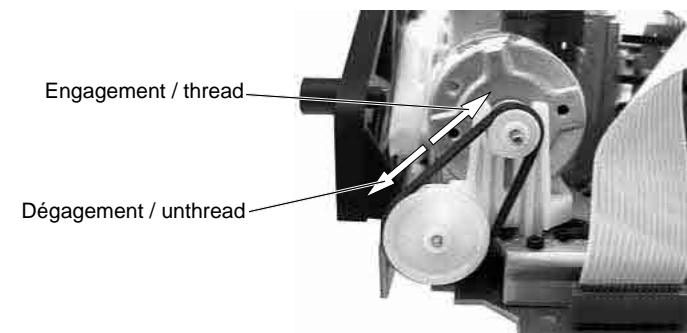
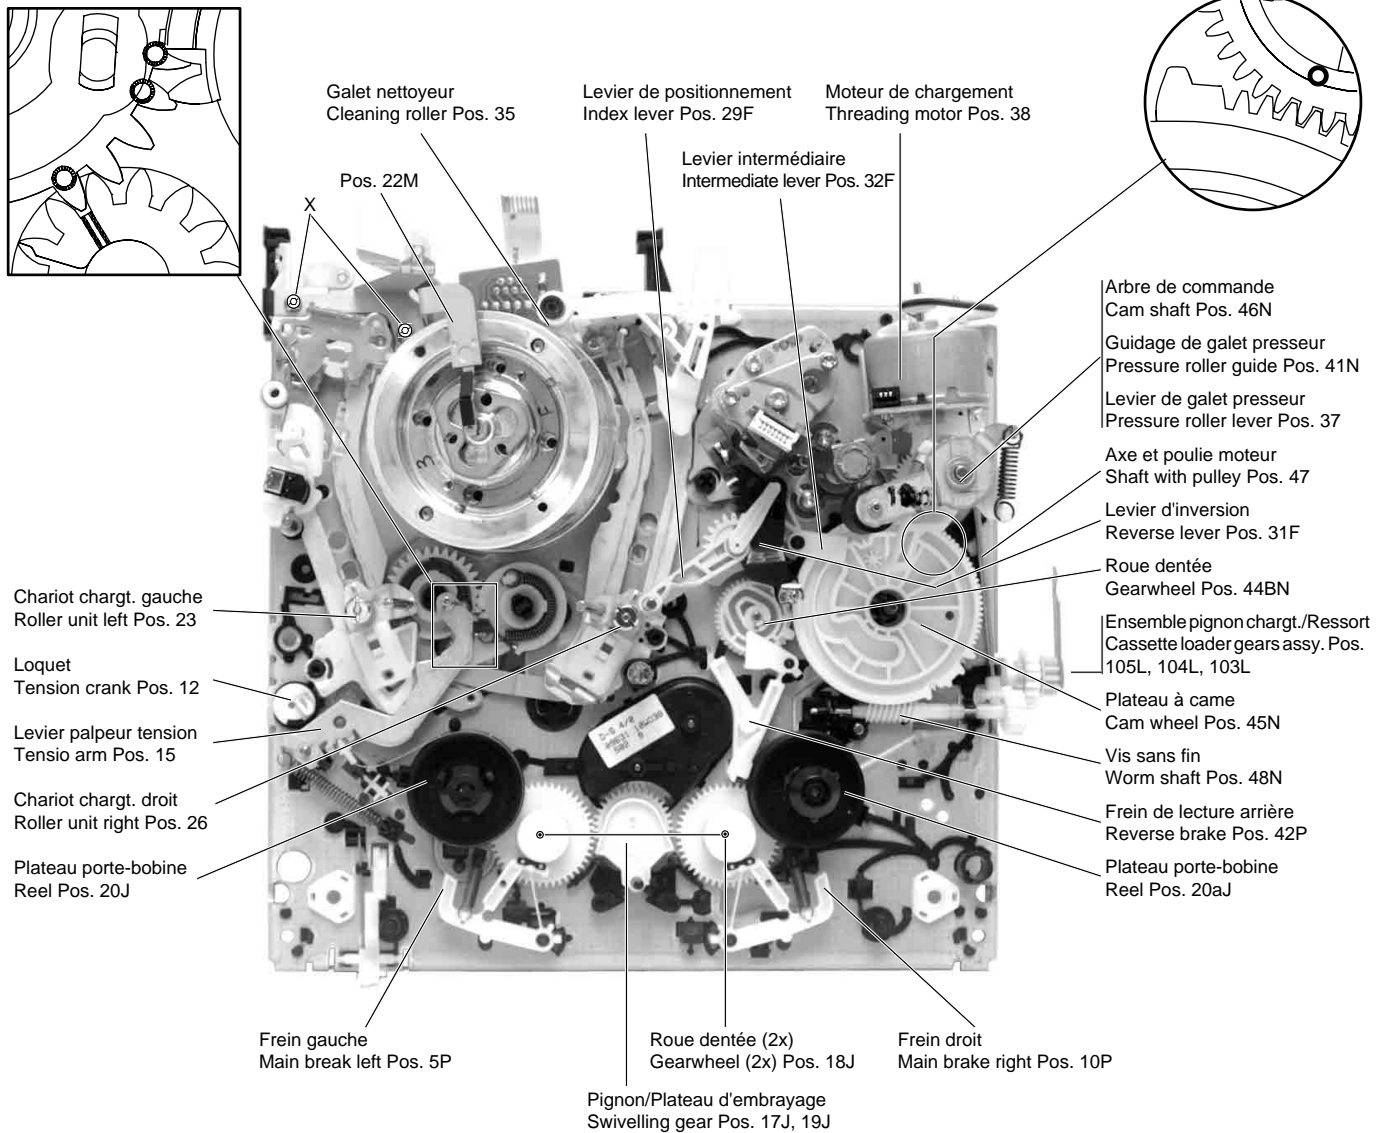
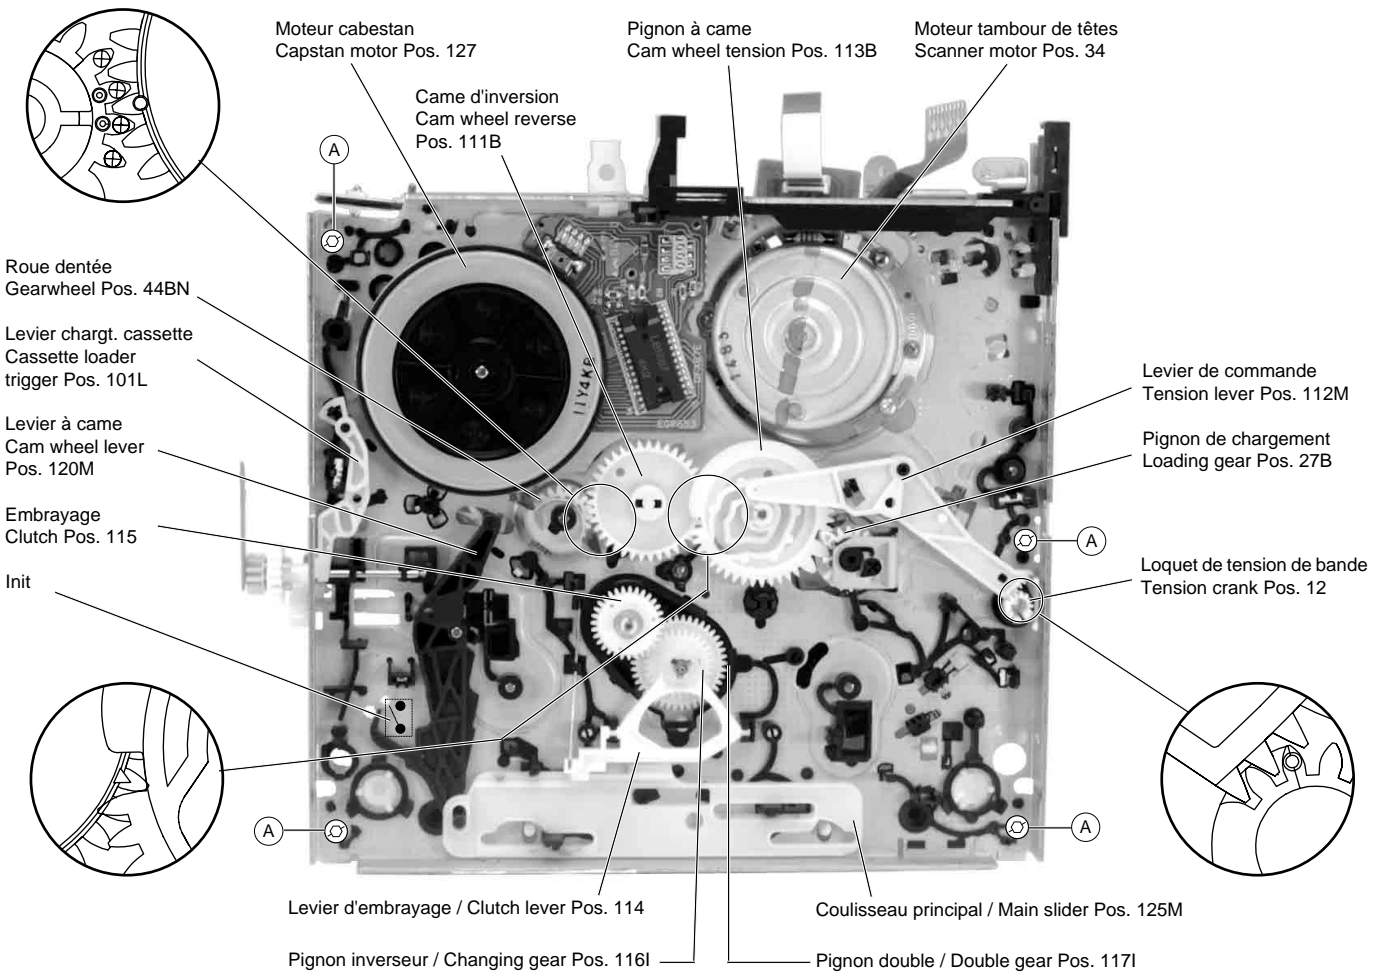
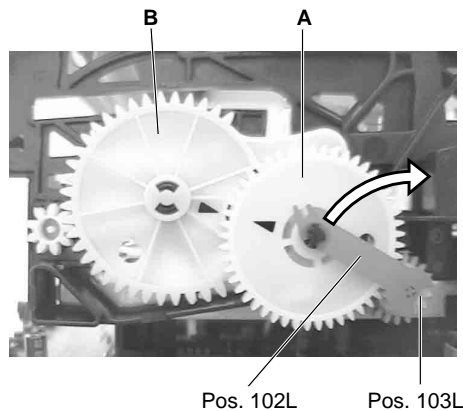

Fig. 3
Fig. 4
Fig. 5
Fig. 6
- Tourner le moteur de chargement dans le sens de la flèche "engagement de bande" (Fig. 3) jusqu'à la position basse du logement de cassette.
- Turn the threading motor in the direction of the "thread" arrow (Fig. 3) until the cassette compartment is down.
Si le magnétoscope refuse de dégager la bande et d'éjecter la cassette lors d'un appui sur la touche éjection en façade, il est possible d'effectuer manuellement l'opération en tournant l'axe du moteur de chargement (Fig. 3).
Pour éviter que la bande ne forme des boucles, actionner simultanément le moteur cabestan (Pos. 127, Fig. 5) dans le sens inverse des aiguilles d'une montre jusqu'à ce que la cassette soit entièrement rembobinée.
If the tape deck does not unthread and not eject the cassette by pressing the Eject button this function can also be effected manually by turning the driving gear at the threading motor (Fig. 3). To avoid slackening of the tape, turn the capstan motor (counterclockwise) (Pos. 127, Fig. 5) and the driving gear alternately until the tape is completely wound up in the cassette.
(La position "zéro mécanique" est atteinte lorsque la platine mécanique est en position "dégagement" et le logement de cassette en bas). Les figures ci-après montrent une présentation détaillée des pignons et leviers lorsque la platine mécanique est en position "zéro mécanique" (Fig. 4, Fig. 5).
- Tourner le moteur de chargement dans le sens "engagement de bande" (Fig. 3) jusqu'au déverrouillage du pignon (Pos. 103L, Fig. 6).
- Défaire le clip (Pos. 102L) de l'axe du pignon "A" (Fig. 6).
- Dévisser les 4 vis de fixation (A) (Fig. 5) du compartiment cassette sur la face inférieure de la mécanique.
The following diagrams show in detail the marked components and their correctly aligned position on the top and bottom side (Fig. 4, Fig. 5).
- Turn the driving gear of the threading motor in the "threading" direction (Fig. 3) until the gearwheel (Pos. 103L, Fig. 6) disengages.
- Release the bracket (Pos. 102L) from the shaft of gearwheel "A" (Fig. 6).
- Unscrew the 4 screws (A) (Fig. 5) on the underside of the cassette compartment.
- Logement de cassette en position basse et pignon "A" (Fig. 6) engagé.
- Remarque:** Lorsque les pignons d'ascenseur de cassette (A et B, Fig. 6) sont pourvus de flèches de marquage celles-ci doivent coïncider.
- Pignon de chargement de cassette (Pos. 103L, Fig. 6) déverrouillé (si ceci n'est pas le cas, tourner la roue d'entraînement du moteur de chargement jusqu'au déverrouillage).
- Fixer le logement de cassette avec les 4 vis inférieures (A) (Fig. 5).
- Verrouiller le clip (Pos. 102L) sur l'axe du pignon "A" (Fig. 6).
- Cassette compartment down, gearwheel "A" (Fig. 6) engaged.
- Note:** For video recorders which are fitted with cassette lift gear wheels (A and B, Fig. 6) marked with arrows, the arrows must show towards each other.
- Cassette loading gearwheel (Pos. 103L, Fig. 6) is released (if it is not the drive gear of the threading motor must be turned to release it).
- Fasten the cassette compartment with the 4 screws (A) (Fig. 5) at the bottom.
- Place the bracket (Pos. 102L) onto the shaft of gearwheel "A" and lock it in (Fig. 6).
- Dévisser les 2 vis X (Fig. 4) puis retirer l'équerre de fixation (Pos. 22M, Fig. 4) et le tambour de têtes.
- Undo 2 screws X (Fig. 4), remove the bracket (Pos. 22M, Fig. 4) and the head amplifier.